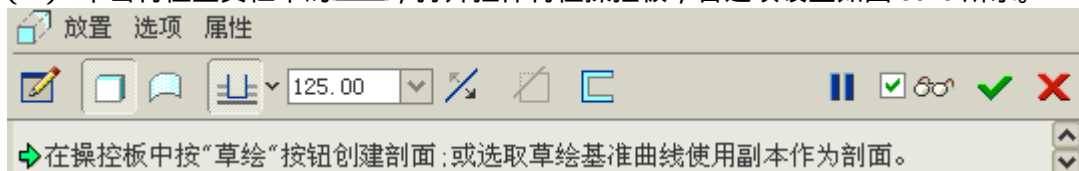

图 50-3
- (1) 单击特征工具栏中的 ，打开拉伸特征操控板，各选项设置如图 50-3 所示。